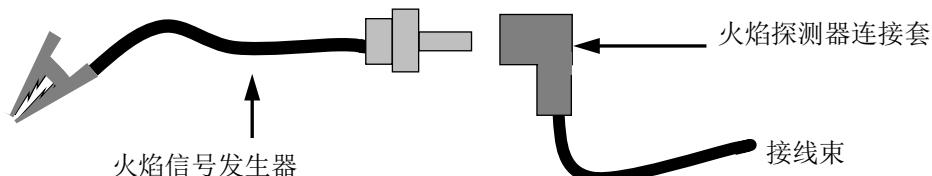

图 6-4：连接火焰信号发生器
- (c) 当控制器进入点火阶段时，控制面板将显示 **IGNITION TRIAL (点火试验)**。此时将鳄鱼夹（参见图 6-4）连接到任何裸露的金属表面或接地。C-More 显示屏此时应会显示 **FLAME PROVEN (火焰已确认)**，并且点火率开始向 100% 上升。请注意，锅炉中此时没有燃气或火焰。